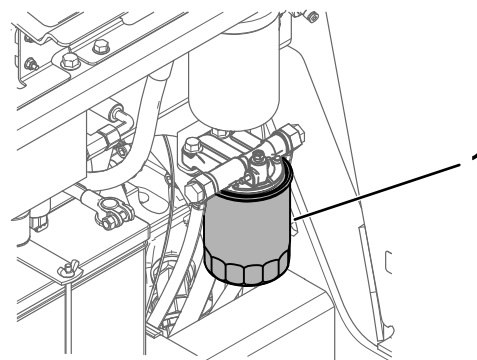

Рисунок 57
5. Подставьте под корпус топливного фильтра чистую емкость (Рисунок 57).